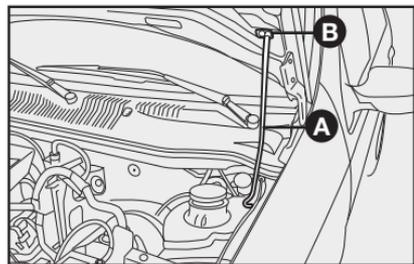

fig. 140
3) Levante el capó por la parte central y al mismo tiempo, suelte la varilla de fijación **A-fig. 140** de su dispositivo de bloqueo;
1) Manténgalo levantado con una mano y con la otra quite la varilla **A-fig. 140** del alojamiento **B** y colóquela en su dispositivo de bloqueo;